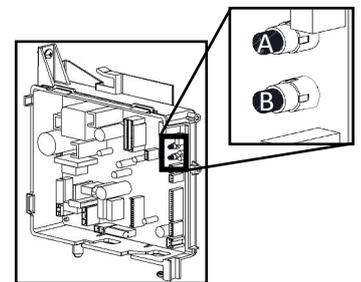

Figura 15: Botones pulsadores A y B
1. Localice los dos botones pulsadores (A y B) en la placa de circuito impreso (figura 15).